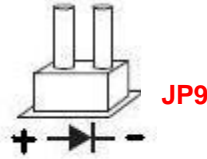

Abbildung 1
9. Verbinden Sie das Festplatten-LED-Kabel an der Frontblende des PC-Gehäuses mit Pin **JP9** (Siehe **Abbildung 1**).